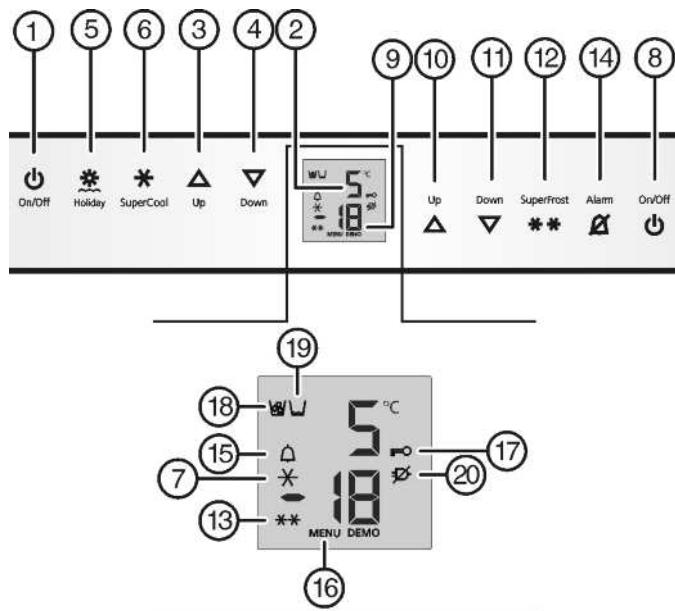

Fig. 2
- Нажмите кнопку On/Off морозильного отделения Fig. 2 (8).
- Нажмите кнопку On/Off холодильного отделения Fig. 2 (1).
- Активация режима настройки: удерживайте кнопку SuperFrost Fig. 2 (12) прибл. 5 секунд.
- ▷ Символ меню *Fig. 2 (16)* горит.
- Коротко нажмите кнопку SuperFrost *Fig. 2 (12)* для подтверждения.
- Для включения защиты от детей коротко нажмите клавишу SuperFrost *Fig. 2 (12)*.
- ▷ Символ "Защита от детей" *Fig. 2 (17)* горит. На индикации мигает **c**.
- Для выключения защиты от детей коротко нажмите клавишу SuperFrost *Fig. 2 (12)*.
- ▷ Символ защиты от детей *Fig. 2 (17)* гаснет. На индикации мигает **c**.
- Выход из режима настройки: нажмите кнопку On/Off морозильного отделения *Fig. 2 (8)*.
- Нажмите кнопку Alarm *Fig. 2 (14)*.
Одновременно мигает индикация температуры и символ тревоги *Fig. 2 (15)*.
Звуковой сигнал выключается автоматически, символ аварийного сигнала *Fig. 2 (15)* выключается и индикатор температуры перестает мигать, если температура снова становится достаточно низкой.